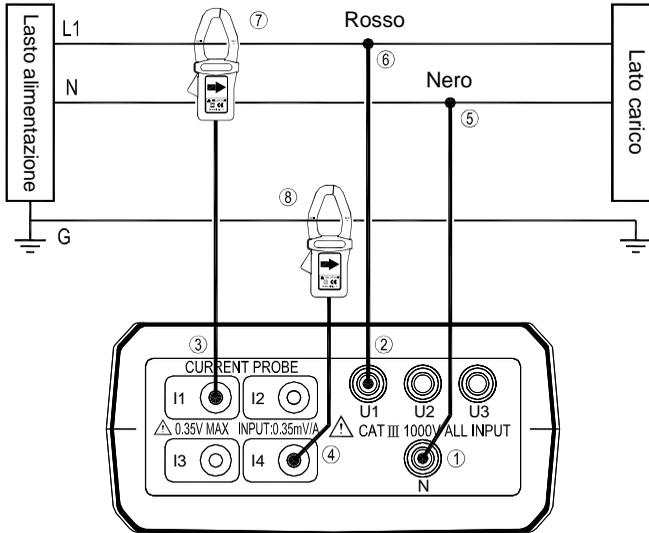

Figura 5. 1P2W Diagramma di collegamento dei cavi
- ① Collegare i cavi di controllo di tensione neri al terminare **“N”**.
- ② Collegare il cavo di controllo di tensione rosso al morsetto **“U1”**.
- ③ Collegare la sonda di corrente I1 alla presa **“I1”**.
- ④ Per misurare difetti di messa a terra di corrente, collegare la sonda I4 alla presa **“I4”**.
4. Collegare i cavi di controllo di tensione e le sonde di corrente alla strumentazione elettrica che deve essere analizzata, così come mostrato nella figura 5. Diagramma di connessione dei cavi 1P2W .
- ⑤ Collegare il morsetto alligatore nero di controllo di tensione alla linea neutrale **“N”**.
- ⑥ Collegare il morsetto alligatore rosso di controllo di tensione alla fase **“L1”**.
- ⑦ Collegare la sonda di corrente I1 alla fase **“L1”**.
- ⑧ Per misurare difetti di messa a terra di corrente, collegare la sonda di corrente I4 alla linea di messa a terra **“G”**.
5. Misurazione di frequenza (Hz), angolo di fase( $\Theta$ ), difetto di messa a terra di corrente (I4) e fattore potenza (PF) :
- ① Premere il tasto **“PFO”** per scorrere i valori misurati di PF e  $\Theta$ .
- ② Premere il tasto **“Hz I4”** per scorrere i valori di Hz e I4 misurati.